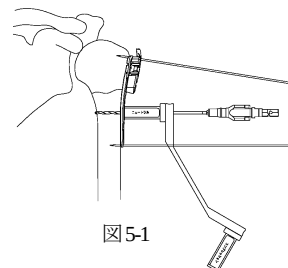

図5-1
- コンプレッションホールに上腕骨近位端ロックングプレート用 2.5 ドリルポジショナーをあてがい、イメージインテンシファイヤー（X線透視）で確認しながら、2.5ドリルにてドリル先端が対側皮質から2mm程突出するまでドリリングします。（図5-1）